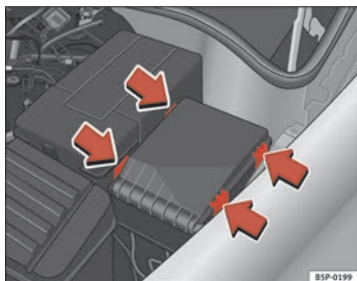

Abb. 163 Sicherungsdeckel im Motorraum
- Haken Sie den Sicherungsdeckel im Motorraum an den Laschen aus, indem Sie die Laschen zur Deckelmitte drücken ⇒ Abb. 163.